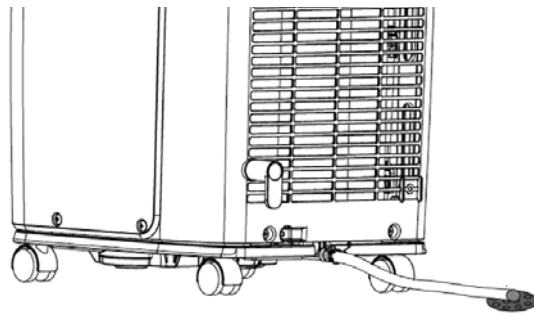

Abbildung 23
- 5 Um das Kondenswasser abzulassen, nehmen Sie den Schlauch aus dem Halter und lassen Sie das Kondenswasser in einen Abfluss oder Sammelbehälter ablaufen (siehe Abbildung 23).